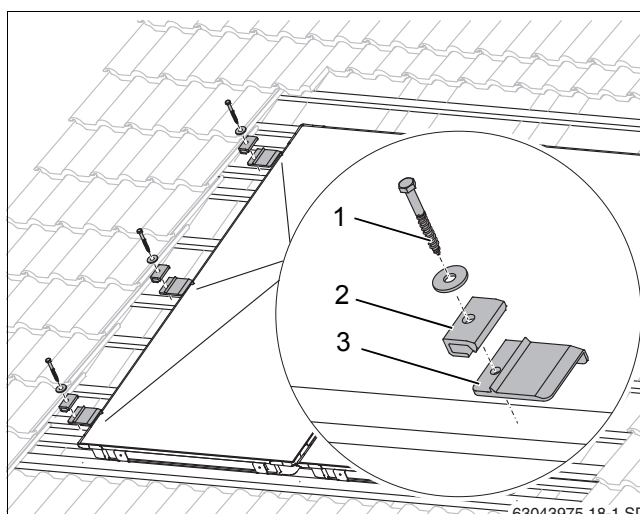

Рис. 29 Установка левого прижима
- ▶ Слегка приподнимите коллектор и сдвиньте вниз под коллектор левые подкладные пластины (рис. 29, [3]) на 2-ой и 3-ей дополнительных рейках, а также в середине коллектора на имеющейся рейке так, чтобы выступ уперся в край коллектора.
- ▶ Для винта (рис. 29, [1]) нужно заранее просверлить отверстие сверлом 4 мм.
- ▶ Закрепите односторонний прижим (рис. 29, [2]), установив винт 6 x 40 (рис. 29, [1]) и подкладную шайбу (используйте ключ SW 10).